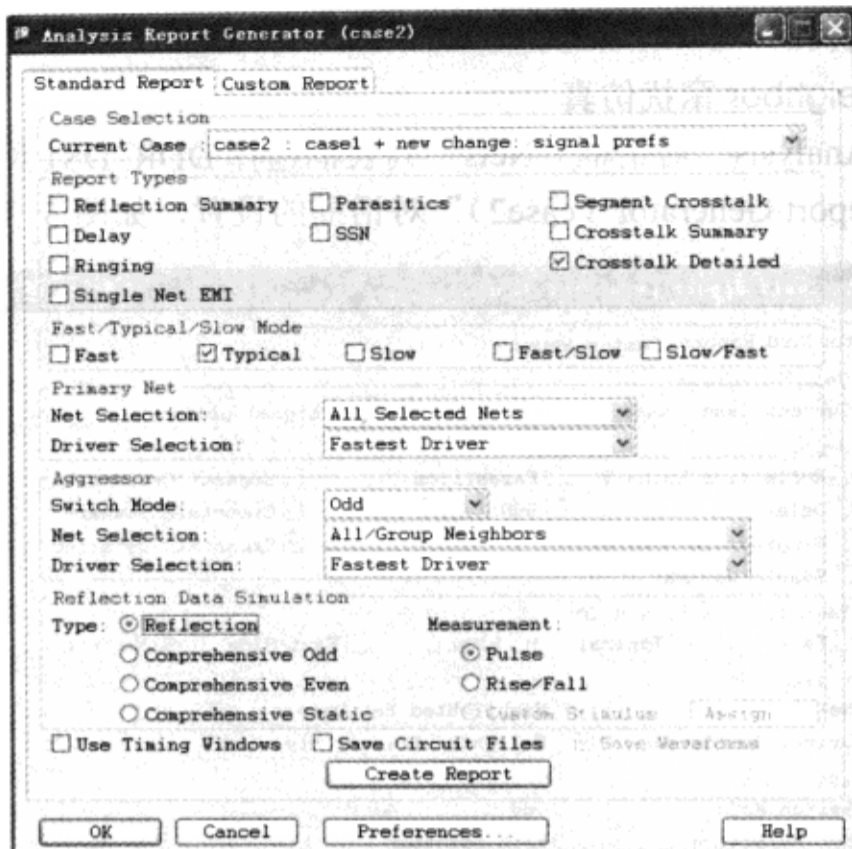

图 5-3-35 设置报告内容
(1) 在“Analysis Report Generator (case2)”对话框，确认或设置下列参数，如图 5-3-35 所示。